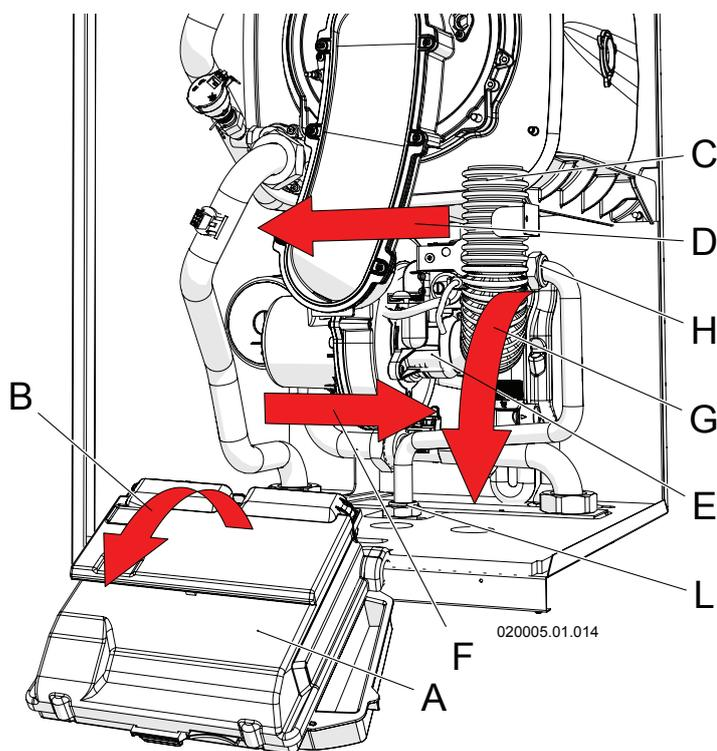

Figura 6-2 - Smontaggio collettore aria
6. - Togliere il collettore aria avendo cura di ruotarlo esternamente, quindi sfilarlo dall'imbocco del ventilatore (vedi Figura 6-2, particolare "C");
7. - Smontare il tubo di ingresso del gas tramite i due raccordi (vedi Figura 6-2, particolari "H" e "L");
12. - Rimontare il tubo di alimentazione gas tramite i due raccordi (vedi Figura 6-2, particolari "H" e "L");
13. - Rimontare il collettore aria (vedi Figura 6-2, particolare "C");